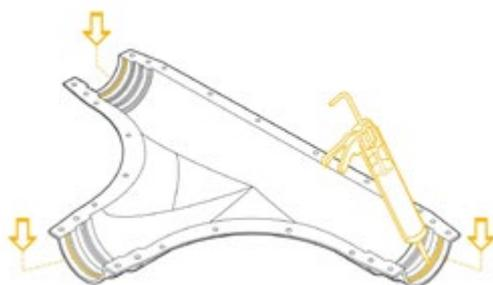

Рис. 5.9.2
2. Нанести герметик на обе половины защитного кожуха в местах последующего прилегания поверхности защитных оболочек труб (рис. 5.9.2).